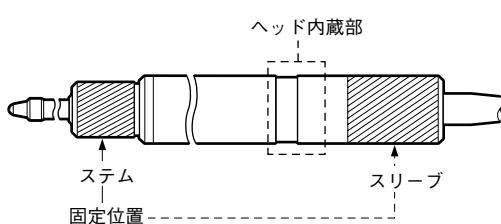

図1.取付固定位置
- 測長ユニットの取付けは、必ずシステムをチャックしてください。他の部分もチャックしなければならない場合は、機銘ラベル部(ヘッド内蔵部)と、その近傍は避けてください。(図1)